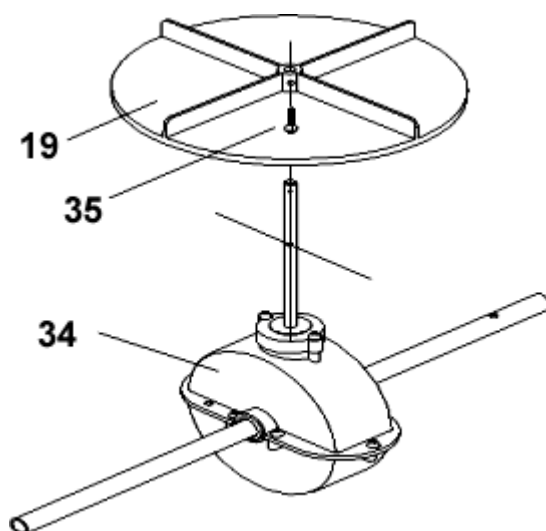

Figure 1
- Prenez la girouette (19) et enfiler-la en angle droit sur le réducteur (34).
- Fixez la girouette (19) en face du trou de l'essieu. Insérez la vis (35) à travers le trou, puis tourner la vis dans le filetage de l'axe (voir Figure 1).